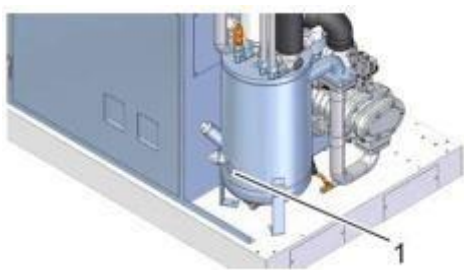

Рис. 33: Смотровое стекло
4. ➔ Проверьте уровень масла через смотровое стекло (Рис. 33 поз.1).